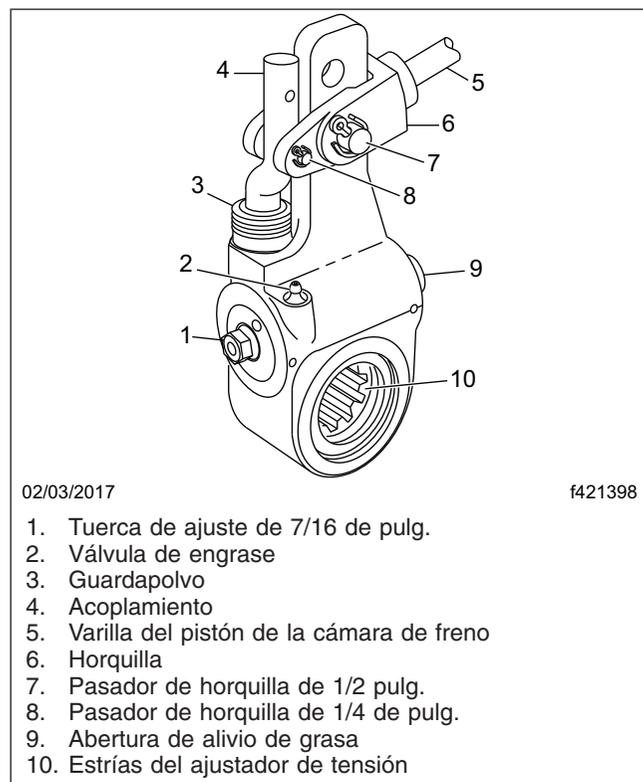
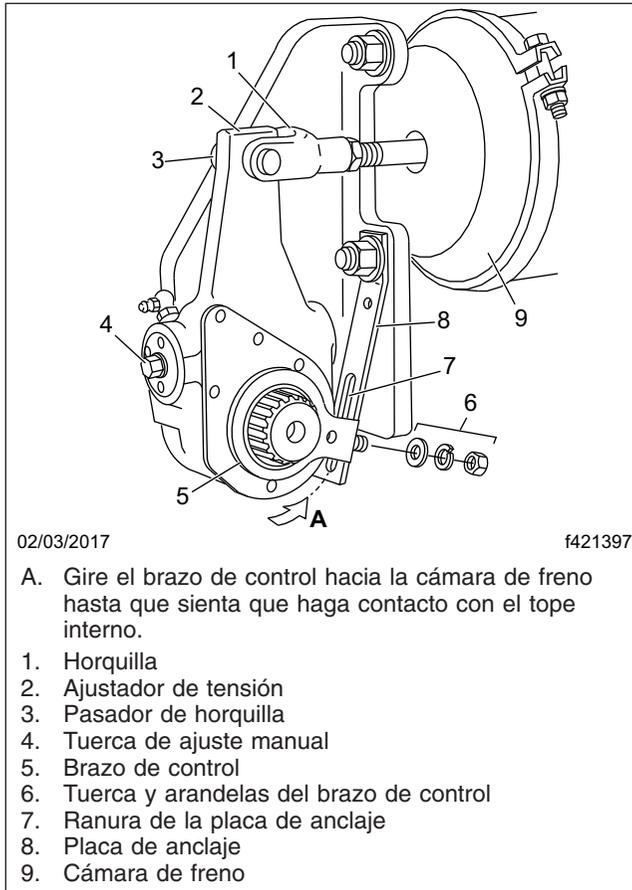
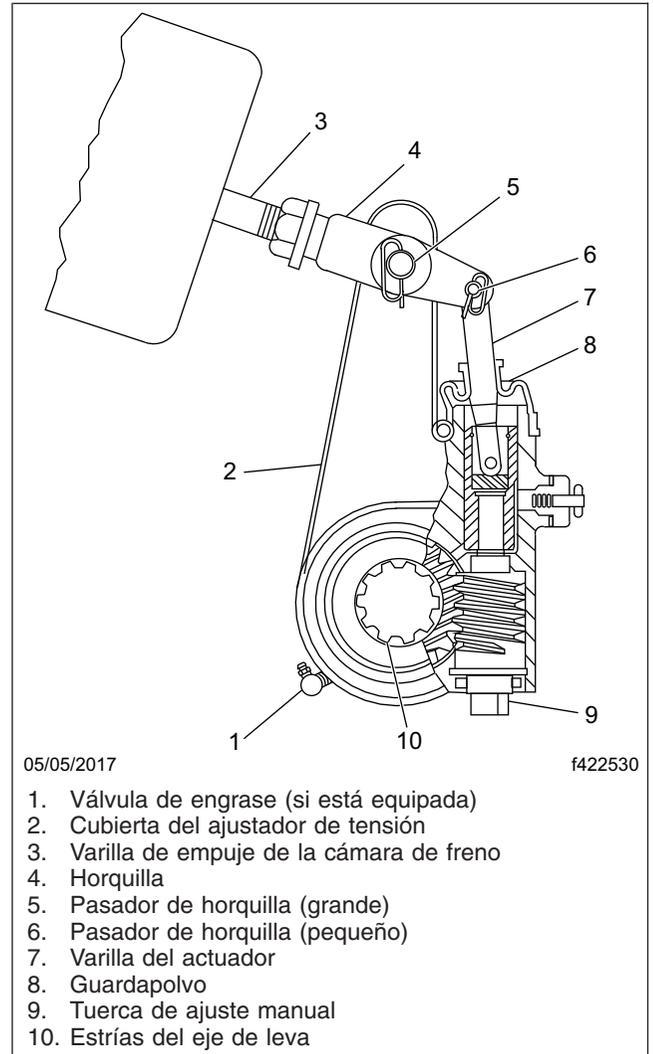

Figura 21.1, Ajustadores de tensión automáticos Gunité
Figura 21.2, Ajustador de tensión automático Haldex
Figura 21.3, Ajustador de tensión automático Meritor
2. Inspeccione los ajustadores de tensión para ver si tienen indicios de daño. Vea la Figura 21.1, la Figura 21.2 o la Figura 21.3.